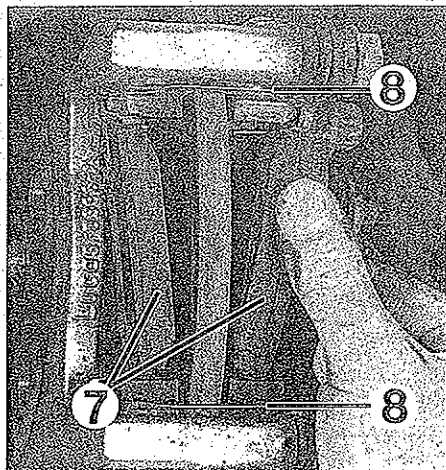

FIG. 14
- las pastillas de freno (7) (fig. 14).
- las grapas (8) de guía de las pastillas.